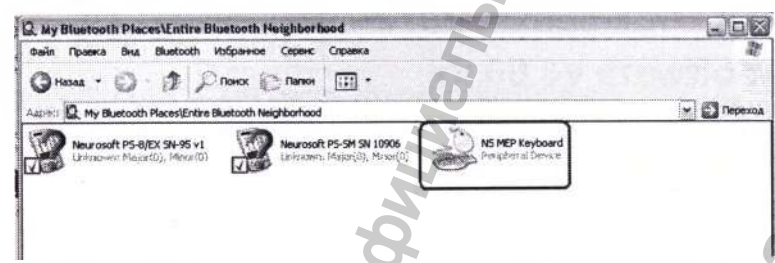

Рис. 17
9. Выберите значок «NS MEP Keyboard» в списке имен найденных устройств (рис. 17).